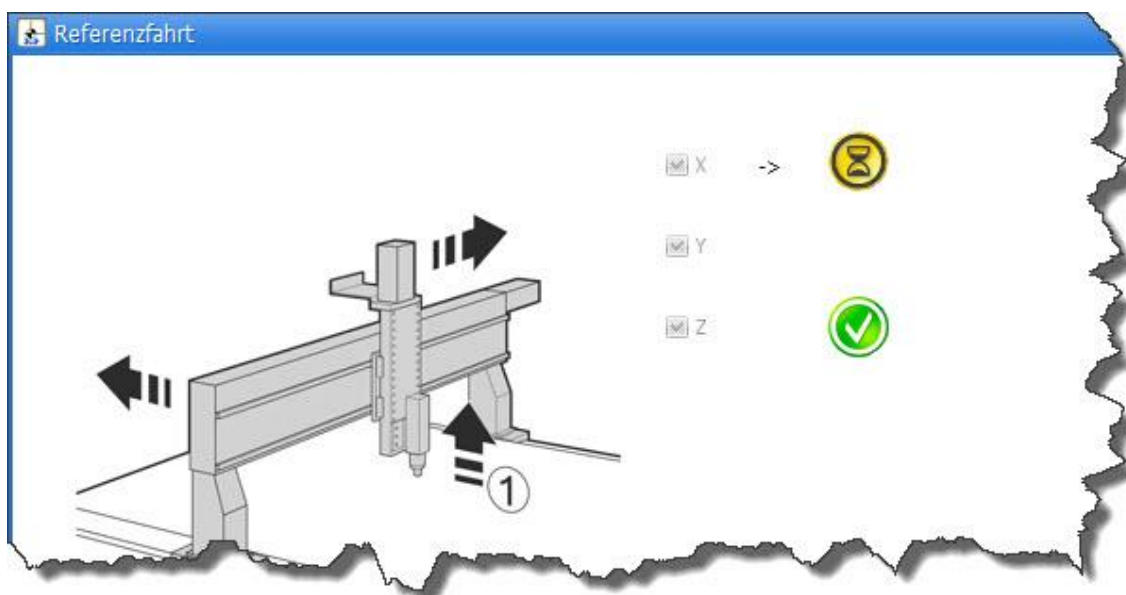

Abbildung 3: Die Fahrt vom Referenzschalter X wird ausgeführt (Pfeil zeigt auf Sanduhr).
- Nachdem der Referenzschalter betätigt wurde, stoppt die Achse und fährt vom Schalter weg mit Start/Stop- Geschwindigkeit bis der Schalter frei ist (siehe Abbildung 3).